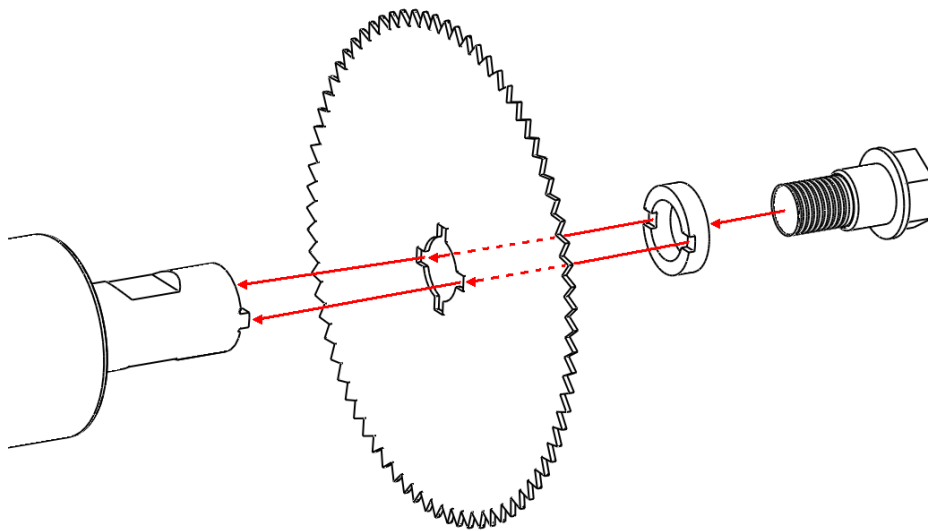

figure 4 Mise en place de la lame de scie
3. Placez la bague de fixation. Les coches de la bague de fixation doivent toujours être orientées vers la scie (Cf. figure 4). Ces coches doivent aussi se trouver exactement sur les tétons.